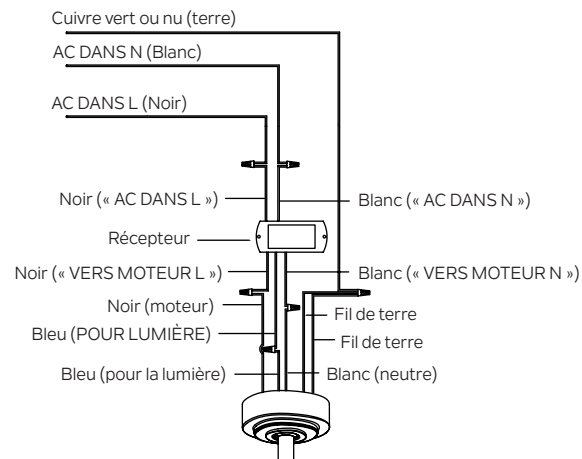

Fig. 14
Étape 2. Raccordements électriques du moteur au récepteur : Raccordez le fil NOIR du ventilateur au fil NOIR marqué « VERS MOTEUR L » du récepteur. Raccordez le fil BLANC du ventilateur au fil BLANC marqué « VERS MOTEUR N » du récepteur. Raccordez le fil BLEU du ventilateur au fil BLEU marqué « POUR LA LUMIÈRE » du récepteur. Fixez tous les raccords de fils avec les connecteurs de fils en plastique fournis. (Fig. 14)
Étape 3. Raccordements électriques du récepteur à distance au boîtier de sortie : Raccordez le fil NOIR (chaud) du plafond au fil NOIR marqué « AC DANS L » depuis le récepteur. Raccordez le fil BLANC (Neutre) du plafond au fil BLANC marqué « AC DANS N » depuis le récepteur. Fixez tous les raccords de fils avec les connecteurs de fils en plastique fournis. (Fig. 14)
Étape 4. Si votre boîtier de sortie a un fil de terre (cuivre vert ou nu), raccordez-le aux fils de terre du ventilateur. Sinon, connectez le fil de terre du ventilateur au support de montage. Fixez le raccord du fil avec un écrou en plastique fourni. Après avoir raccordé les fils, écartez-les de manière à ce que les fils vert et blanc soient d'un côté du boîtier de sortie et que les fils noirs et bleus soient de l'autre côté. (Fig. 14)